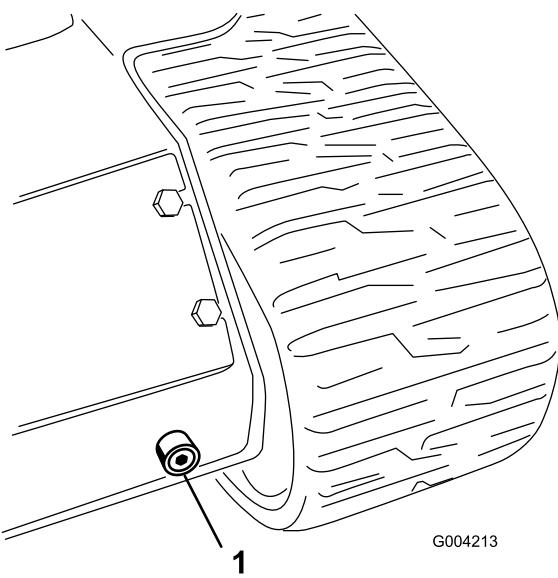

**Bild 54**
5. Entfernen Sie den Deckel des Hydraulikbehälters und den Peilstab (Bild 54).